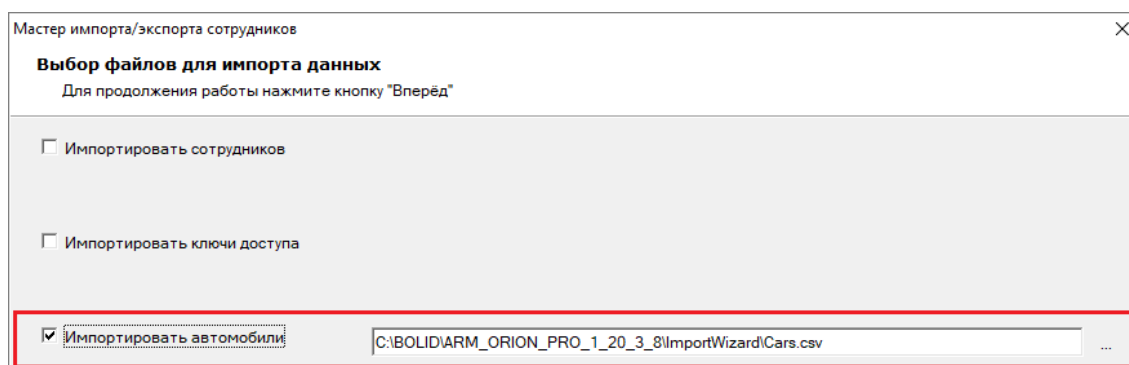

Рисунок 14-12 Выбор импорта данных автомобилей
- **Импортировать автомобили**⁷³ – установите флаг напротив этого параметра, чтобы выбрать для импорта в БД из файлов данные автомобилей. После установки флага (см. Рисунок 14-12) станет доступно поле для определения адреса файла, из которого будет осуществляться импорт данных (по умолчанию – файл «Cars.csv» в папке «ImportWizard», расположенной в каталоге с установленным АРМ «Орион Про»).